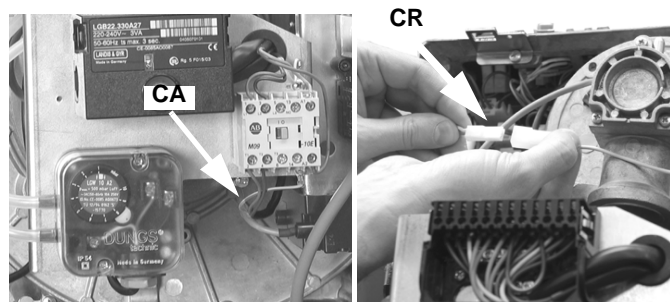

Рис. 22
- 3 Отсоединить кабель запального электрода **CA** от запальной платы Рис. 22.
- 4 Отсоединить соединительный разъем **CR** от печатной платы (Рис. 22).
- 5 Снять вместе фланец и головку сгорания (Рис. 22).